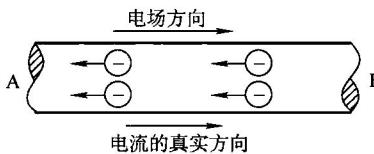

图 1-9 电流的真实方向
(2) 电流的真实方向和参考方向 形成电流的电荷，可能是正电荷，也可能是负电荷，习惯上把正电荷运动的方向规定为电流的方向，如图 1-9 所示。一段金属导体中的自由电子由 B 向 A 运动，其效果与等量正电荷自 A 向 B 运动相同。导体中电流的方向是从 A 到 B，这是电流的真实方向或实际方向。